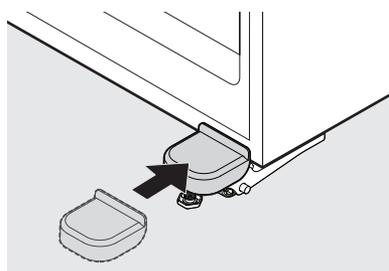

Figure 7
- Réinstallez le couvercle de la charnière en repliant délicatement les languettes du couvercle vers l'extérieur tout en faisant glisser le couvercle par-dessus la charnière jusqu'à ce qu'il s'enclenche (figure 7).